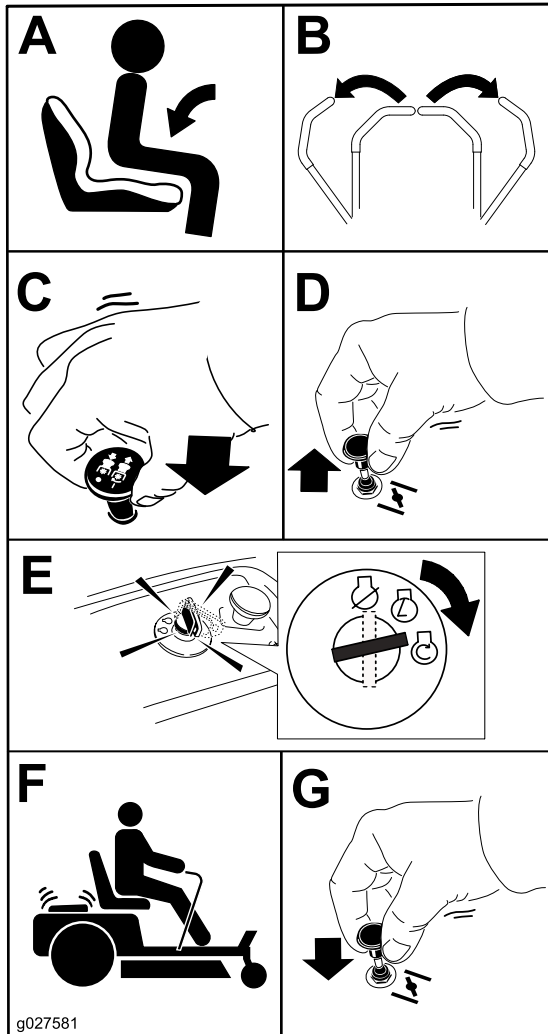

Figura 26
1. Desengrane las cuchillas moviendo el mando de control de las cuchillas a la posición de **DESENGRANADO** (Figura 26).